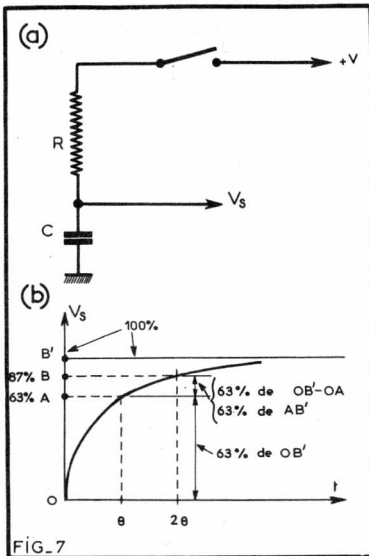

FIG. 7
Nul n'ignore plus (ne serait-ce qu'à la suite de notre introduction) d'une part, que la charge d'un condensateur est loin de se présenter avec un caractère d'instantanéité et, d'autre part, que cette charge suit une loi, dite exponentielle ou d'intervalle de temps, les rapports de croissance restent identiques (fig. 7) : au bout d'un temps donné par notre formule (2) 63 % du potentiel extérieur, au bout de ce même temps, mais pour la 2^e fois 63 % de ce qui subsiste soit seulement 24 % environ, donnant un total de 87 % et ainsi de suite.